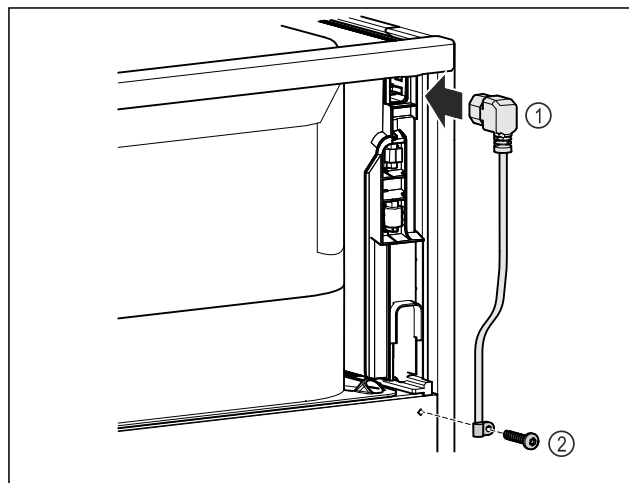

Fig. 11
► Kaltgerätebuchse der Netzanschlussleitung Fig. 11 (1) auf der Rückseite des Gerätes einstecken.
► Zugentlastung montieren. Fig. 11 (2)